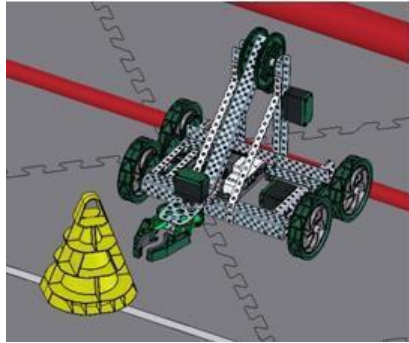

图 14 不合法的预装
6.5.2.6 每场比赛开始前，每支联队应把 1 个赛中装填的锥筒放到装填器上，每台机器人必须用 1 个锥筒作为预装。锥筒与机器人接触但不与其它机器人接触且完全在围栏内就是合法的预装，见图 14、15。如果机器人在比赛中没有上场，